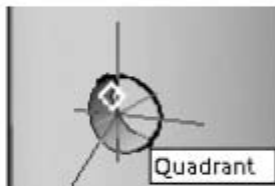

Рис. 12.67. Выбор второй точки на пробке
8. Укажите вторую точку с привязкой **Квадрант** (Quadrant) — квадрант окружности основания отверстия в пробке (рис. 12.67):